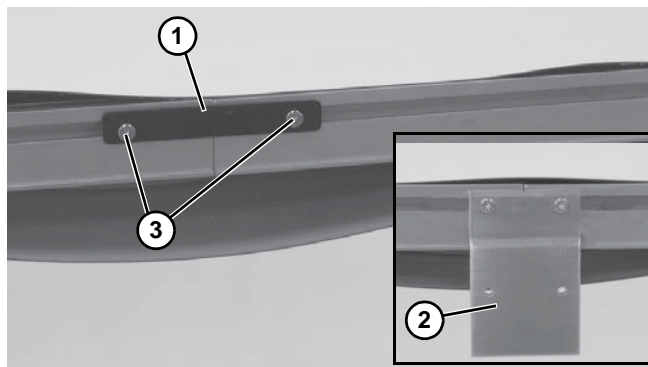

Figura 8
- Una las secciones del transportador e instale las placas de conexión del armazón (**Figura 8, artículo 1**) o las piezas de montaje/conexión (**Figura 8, artículo 2**) y los tornillos (**Figura 8, artículo 3**) en ambos lados tal y como se indica. Apriete los tornillos a 7 Nm.